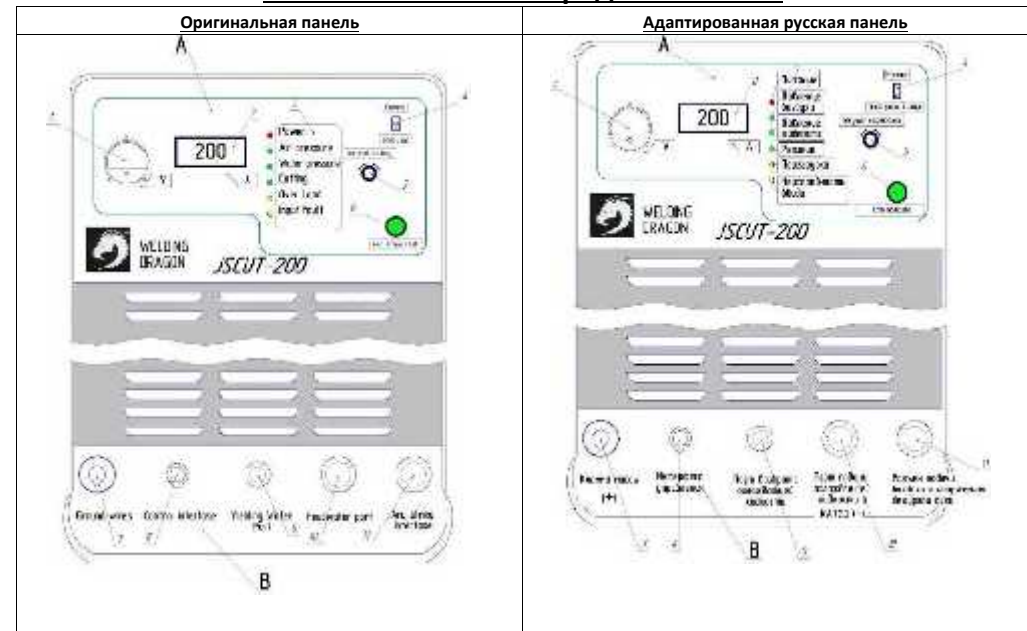

Рис. 1 Обозначение на передней панели:
7.7. Предварительно сняв заглушки с портов **9, 10, 11 рис. 1** на панели **В** подключите специализированный машинный плазмотрон.
7.8. Подключите кабель управления (**вариант №1 подключения CNC**) к соответствующему гнезду **8 рис. 1** на панели подключения **В**.
7.9. Подсоедините кабель к выводу клемма массы **7 рис. 1**.
7.9.5. При включении источника питания, БАО и компрессорной установки на панели управления **А** в секторе световой сигнализации **3 рис. 1** должны загореться индикаторы: **power** (питание), **air pressure** (давление воздуха), **water pressure** (давление жидкости). При включении плазмотрона загорается индикатор **cutting** (резание). Загорание индикатора **over load** (перегрузка), свидетельствуют о неправильном режиме эксплуатации. Если загорается индикатор **input fault** (неисправность ввода), в независимости от срабатывания другой индикации и включения или не включения самого источника, это свидетельствует об отсутствии одной фазы. **При срабатывании индикатора input fault (неисправность ввода) дальнейшая работа недопустима!**